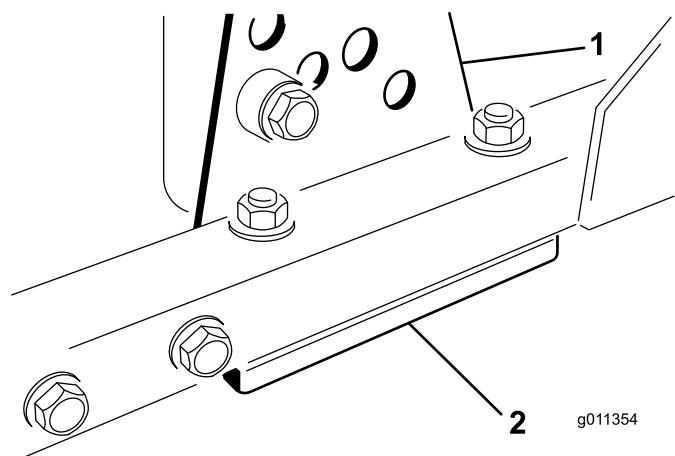

Figura 84
1. Retire el soporte de altura de corte (delantero, izquierdo o derecho) del bastidor de la carcasa (Figura 84).
2. Coloque suplementos de 1,5 mm y/o 0,7 mm entre el bastidor de la carcasa y el soporte hasta lograr el ajuste de altura deseado (Figura 84).